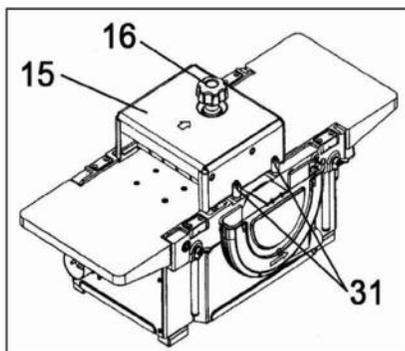

Рис. 25
3. Закрепите прижимное устройство винтами (31) (См. Рис. 25) на рабочем столе.